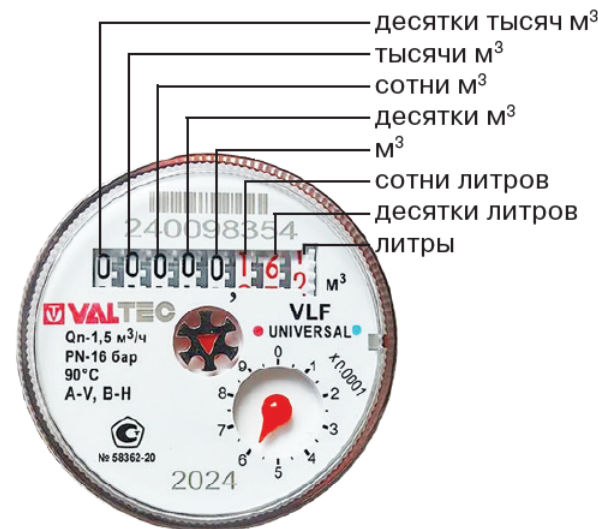

Рис. 3. Табло счетчика
6.1. Показания прибора считываются в прямоугольных окошках табло (см.рис.3):